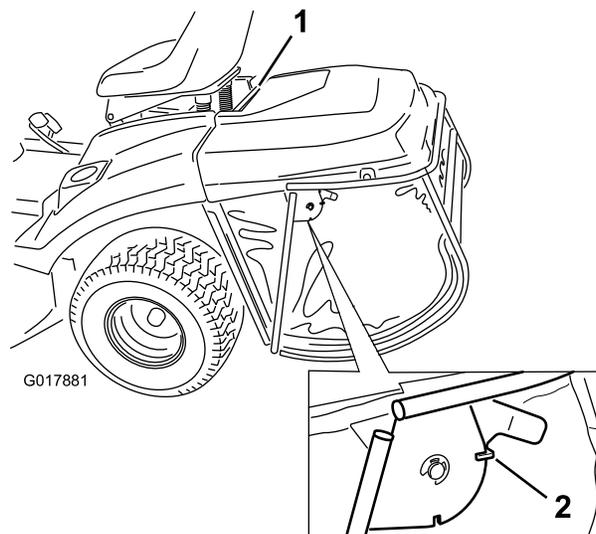

Figura 38
1. Bloccate il fermo di chiusura sul cesto di raccolta (Figura 38).